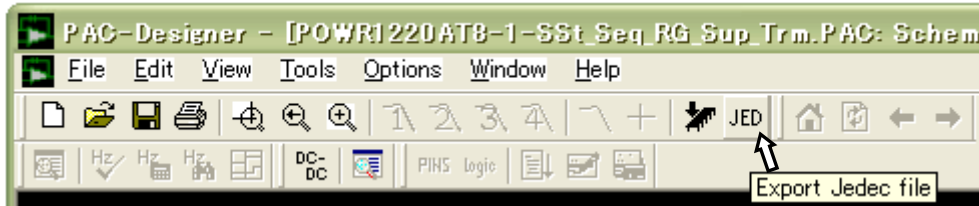

図 5-5 JEDEC ファイルの生成
- (ア) メニューから[File]→[Export]を選択する(下記図 5-5 の設定画面)。